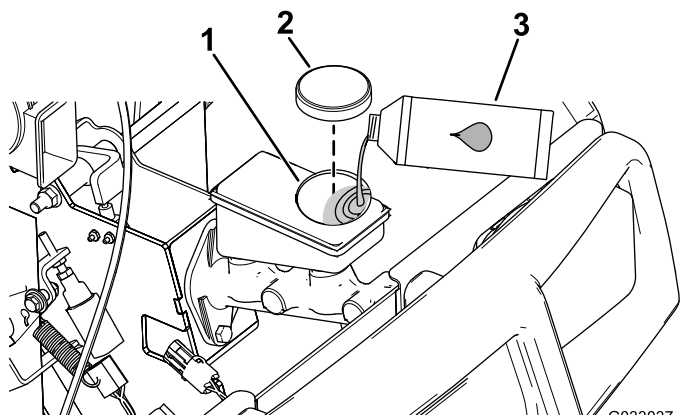

Figura 64
4. Ridicați capota pentru a avea acces la cilindrul principal de frână și la rezervor (Figura 64).
- A. Curății zona din jurul capacului rezervorului și scoatei capacul (Figura 64).
- C. Montai capacul rezervorului (Figura 64).